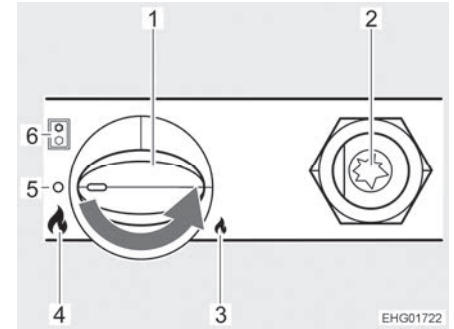

Fig. 129 Elementi di comando e di visualizzazione (veicolo di base VW)
- Premere il pomello girevole (Fig. 127,4 o Fig. 129,1) e ruotarlo in posizione "fiamma massima" (Fig. 127,6 o Fig. 129,4).
- Tenere premuto il pomello girevole e premere il tasto per l'accensione elettronica (Fig. 127,3 ovvero Fig. 129,2).
- Ruotare il pomello girevole nella posizione desiderata tra "Fiamma minima" (Fig. 127,5 rispettivamente Fig. 129,3) e "Fiamma massima" (Fig. 127,6 rispettivamente Fig. 129,4).
- Ruotare il pomello girevole (Fig. 127,4 o Fig. 129,1) in posizione 0 (Fig. 127,2 o Fig. 129,5).